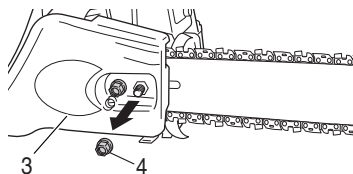

Fig. 3
2. Retirez les écrous de blocage (4) du guide-chaîne. Retirez le carter latéral (3) (Fig. 3)